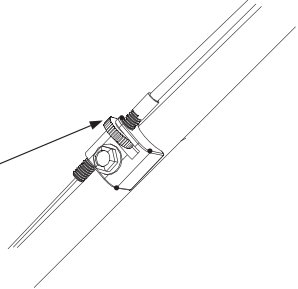

Figure 12
- Pour ajuster la tension, tournez la mollette de réglage à la main, voir la Figure 12. Tournez la mollette vers la gauche pour serrer davantage le câble. Tournez-la vers la droite pour le desserrer.